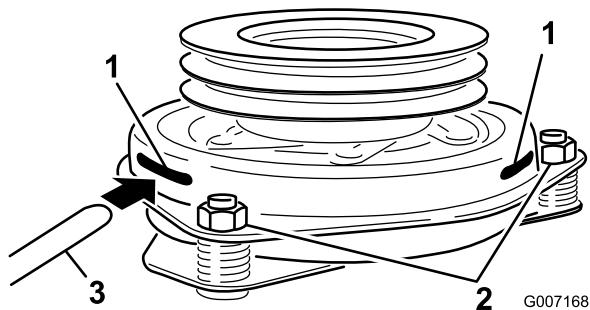

Figura 66
8. Inserite uno spessimetro di 0,381–0,533 mm attraverso una fessura d'ispezione sul lato del gruppo. Assicuratevi che si trovi tra le superfici di frizione dell'indotto e del rotore (Figura 66).
9. Stringete i dadi di bloccaggio fino a fissare leggermente lo spessimetro facendo però in modo di poterlo muovere facilmente all'interno del traferro (Figura 66).